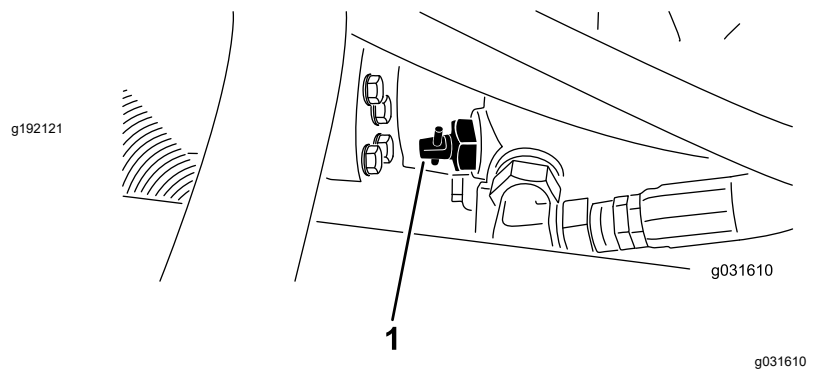

Figure 25
1. Localisez la vanne de dérivation sur la pompe (Figure 25) et desserrez-la en la tournant de 90° (1/4 de tour).